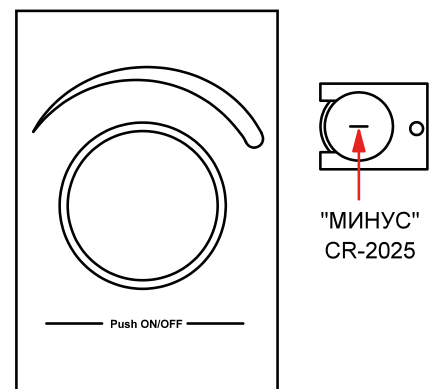

Рис.2. Установка элемента питания
- Установите элемент питания в контейнер и установите контейнер в панель соблюдая полярность, как указано на Рис.2. Закрепите контейнер в панели при помощи винта.